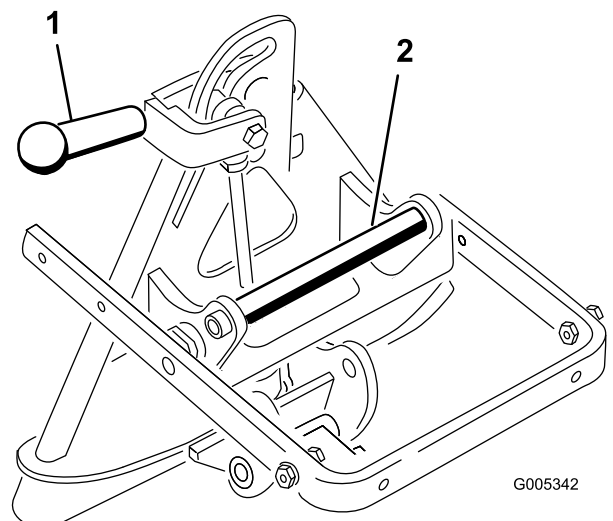

Figura 8
- Inclinar a alavanca de bloqueio para a esquerda (como visto da parte traseira da máquina) para desbloquear os adaptadores (Figura 8).
- Segure na pega do adaptador e levante o adaptador de acessórios enquanto o roda de volta para o acessório (Figura 8).